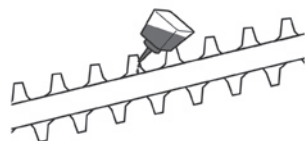

Fig. 75
- > Lubrifique a lâmina de corte (D3) após cada utilização, para prolongar a vida útil da lâmina e do produto. Aplique óleo de máquinas leve ao longo da extremidade da lâmina de corte (Fig. 75).